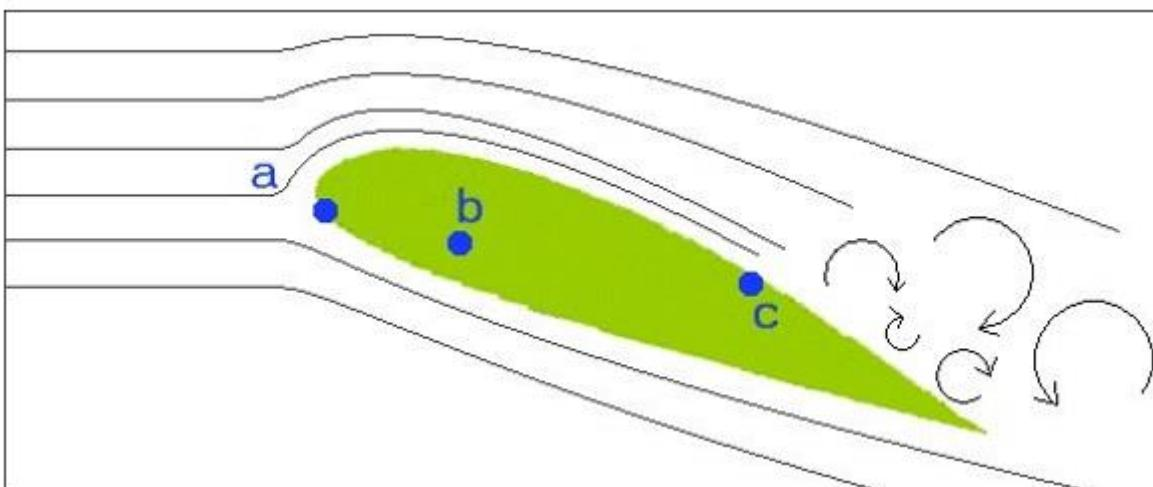

Figure A20 : Points aérodynamiques remarquable d'un profil
- En **b** (**question 51 réponse 1**), l'incidence est importante. La portance est diminuée et la traînée augmentée. Un point de décrochage **X** (voir aussi figure A20) apparaît à l'extrados. À l'arrière de ce point, à cause des turbulences, une composante de pression dirigée vers le bas fait place à la composante d'aspiration.